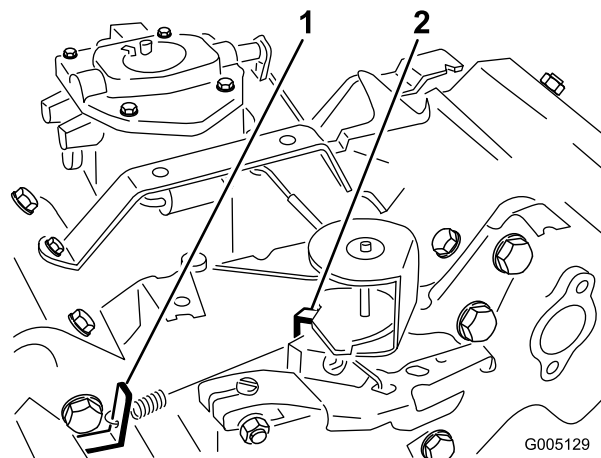

図 36
3. 調速アイドル・スプリング・アンカーの耳(図 36)を曲げて、エンジン速度を 1650 ± 100 RPM に調整する。タコメータで速度を確認のこと。
(図 36)を曲げて、エンジン速度を 2850 ± 50 RPM に調整する。